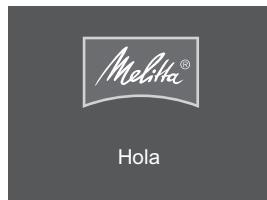

Fig. 5: Pantalla de bienvenida
2. Pulse el botón "ON/OFF" (9).
- » Se visualiza la pantalla de bienvenida (véase Fig. 5).